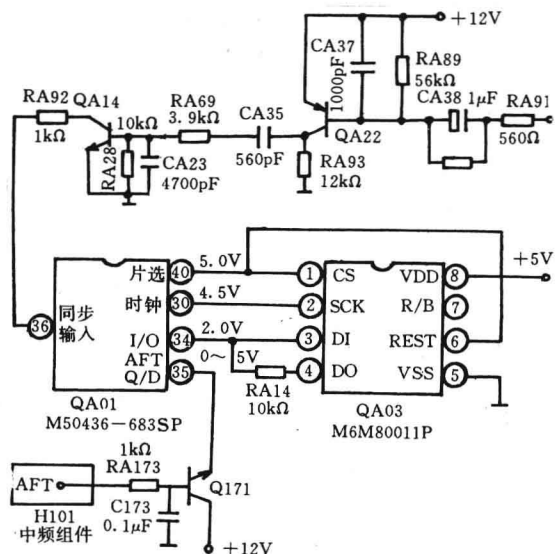

图 1 东芝 2500XH 微处理器 AFT 输入及存储器电路
VM线圈→L954→Q956集—射极→R971+R972+R973→地,扫描速度调制电流由VM线圈②流向①;在Q952集电极输出负极性VM脉冲时,PNP管Q954、Q955导通,NPN管Q953、Q956截止。Q954驱动Q955导通后,耦合电容C961充电,充电回路为: +140V电源→R961+R969+R970+Q955射—集极→L953→L954→VM线圈→C961正端→地,扫描速度调制电流由VM线圈①流向②。VM线圈挂于显像管颈上,交变的扫描速度调制电流在VM线圈中激发一个新的附加偏转磁场,它与原偏转线圈中线性锯齿波电流激发的偏转磁场迭加(见图1),使等速扫描的电子束流按照亮度信号变化(强或弱)作加速或减速扫描,其效果等效于“勾边”补偿作用,屏幕图像由黑→白→黑界面变化十分陡峻,从而获得边缘鲜明、轮廓清晰的高度画面。
彩色显像管作为电压驱动器件,要获得高亮度、高对比度彩色图像,必须有高的激励电压;而图像的清晰度与末级视频放大器的带宽成正比,因此高画质大屏幕的松下TC-29GF10R彩电采用了如图1所示的高增益、宽频带三基色激励放大电路。
QA01 (M50436—683SP) 的 ③⑥ 脚为同步脉冲输入脚(如图 1),在调谐选台期间 CPU 若检测到该脚有同步信号输入,就判为接收到电视信号,然后根据 ③⑤ 脚 AFT 电压来实现自动搜索调谐的准确性。然后 CPU 在 ③⑥ 脚时钟脉冲的作用下,由 ②④ 脚输出波段数码及调谐数码给 QA03 (M6M80011P),以便在相应预置号存储